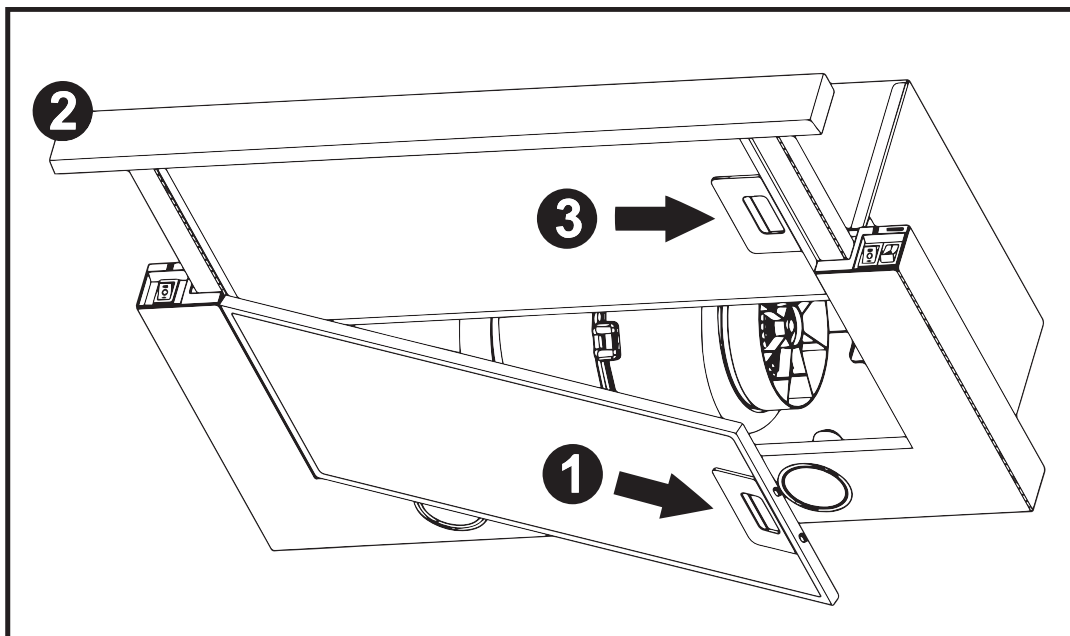

Рис.6
**8.6** Для снятия алюминиевого фильтра (рис.6) следует нажать на пружинную задвижку алюминиевого фильтра **1** и снять его. Вытянуть выдвижную панель с фильтром **2** и снять алюминиевый фильтр **3**. Установка фильтра выполняется в обратном порядке. **Не устанавливайте фильтр после мойки к их полному высыханию.**